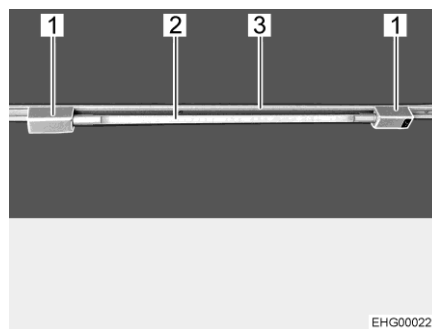

Fig. 29 Tubo fluorescente
Insertar tubo fluorescente: ■ Insertar ambos sujetadores (Fig. 29,1) en el riel (Fig. 29,3). Para ello, girar el sujetador 90°.
■ Enchufar el cuerpo de la lámpara (Fig. 29,2) en uno de los sujetadores.
Rotar tubo fluorescente: ■ Rotar el cuerpo de la lámpara (Fig. 29,2) hasta que se haya obtenido el efecto de iluminación deseado.